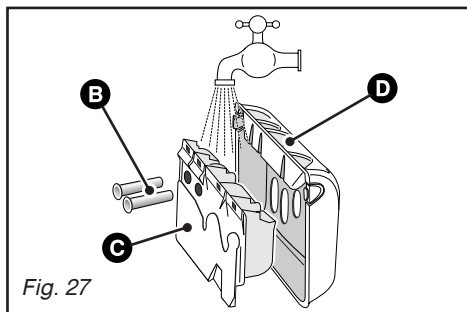

Fig. 27
- retirez les siphons **B** situés à l'arrière de la boîte **C** et séparez cette dernière de son enjoliveur avant **D** (*Fig. 27*)